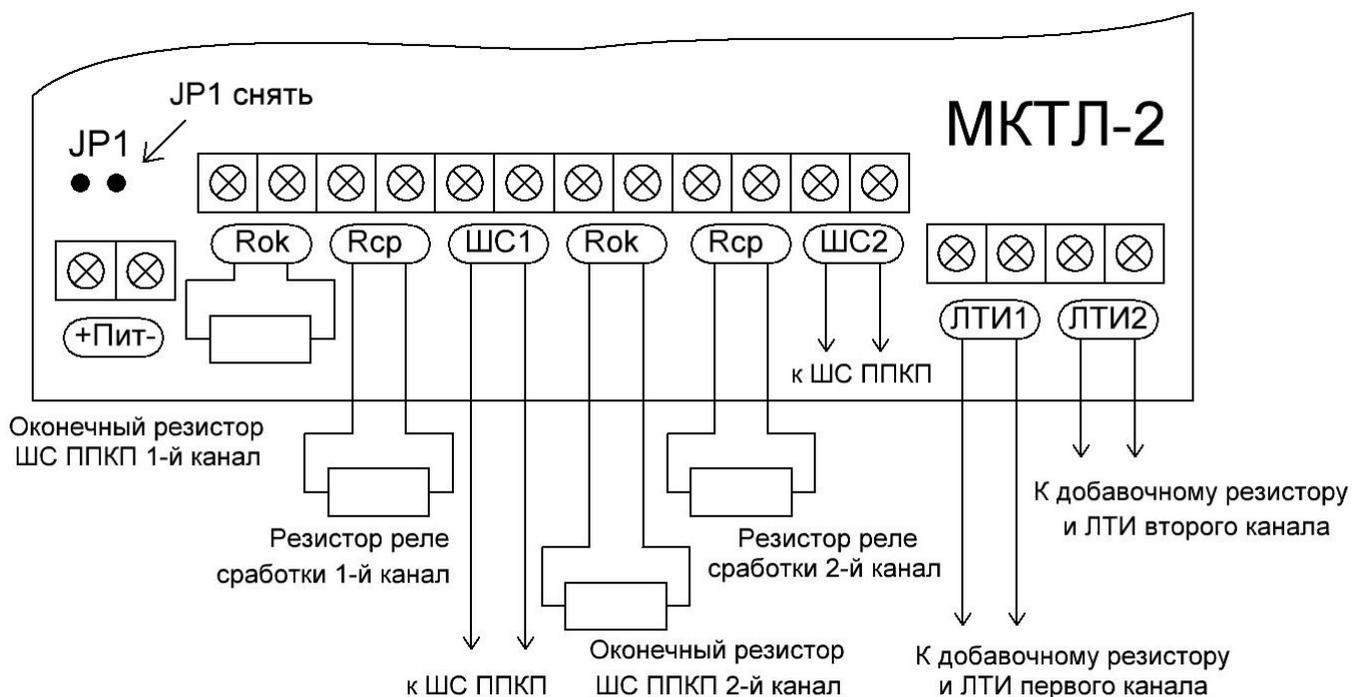

Рис.5 – Подключение ЛТИ в отдельный шлейф ППКП
- при включении каждого ЛТИ в отдельный шлейф ППКП перемычку JP1 снять, подключить резисторы: оконечный Rok в шлейф ППКП и реле сработки Rcp для формирования сигнала «Пожар», рекомендованные в ТД на ППКП как показано на рис. 5.